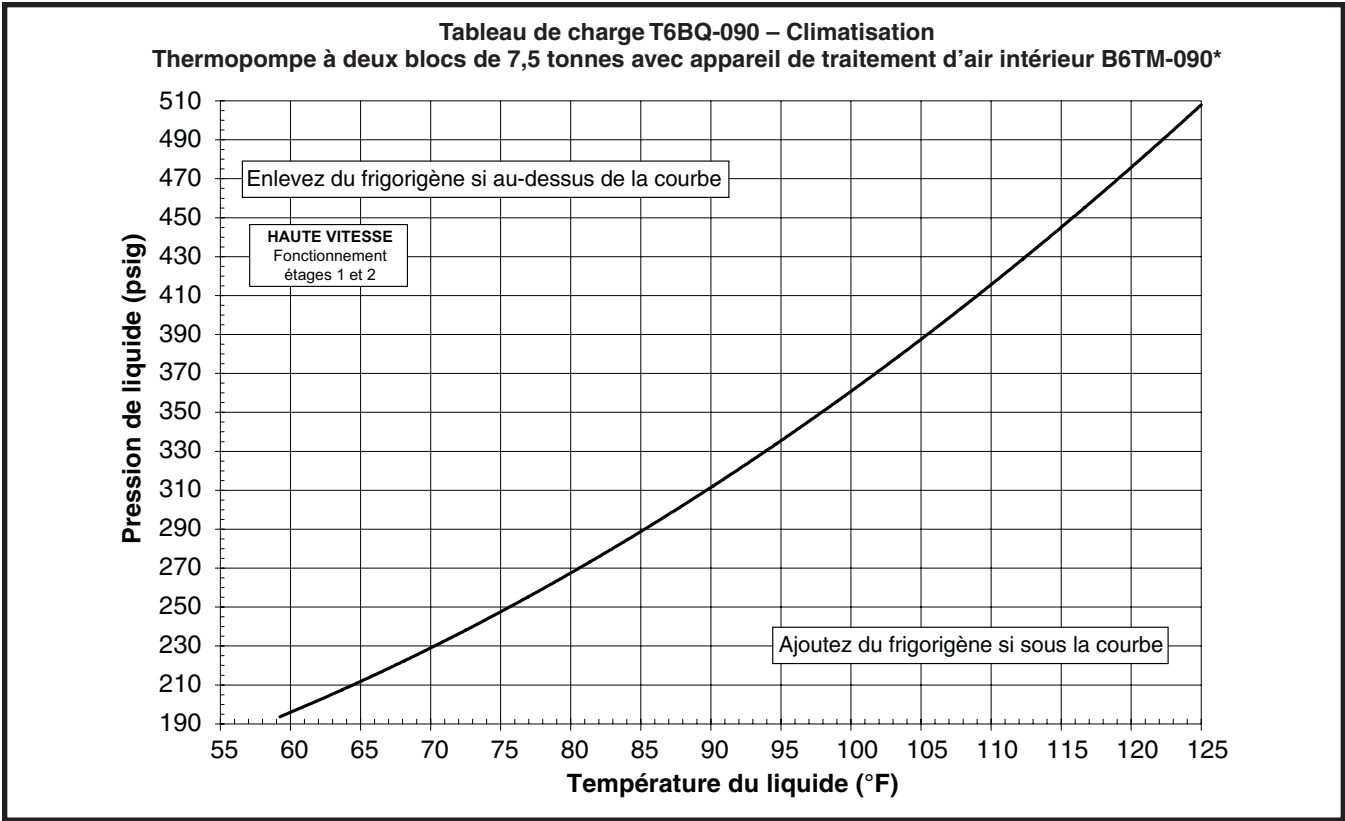
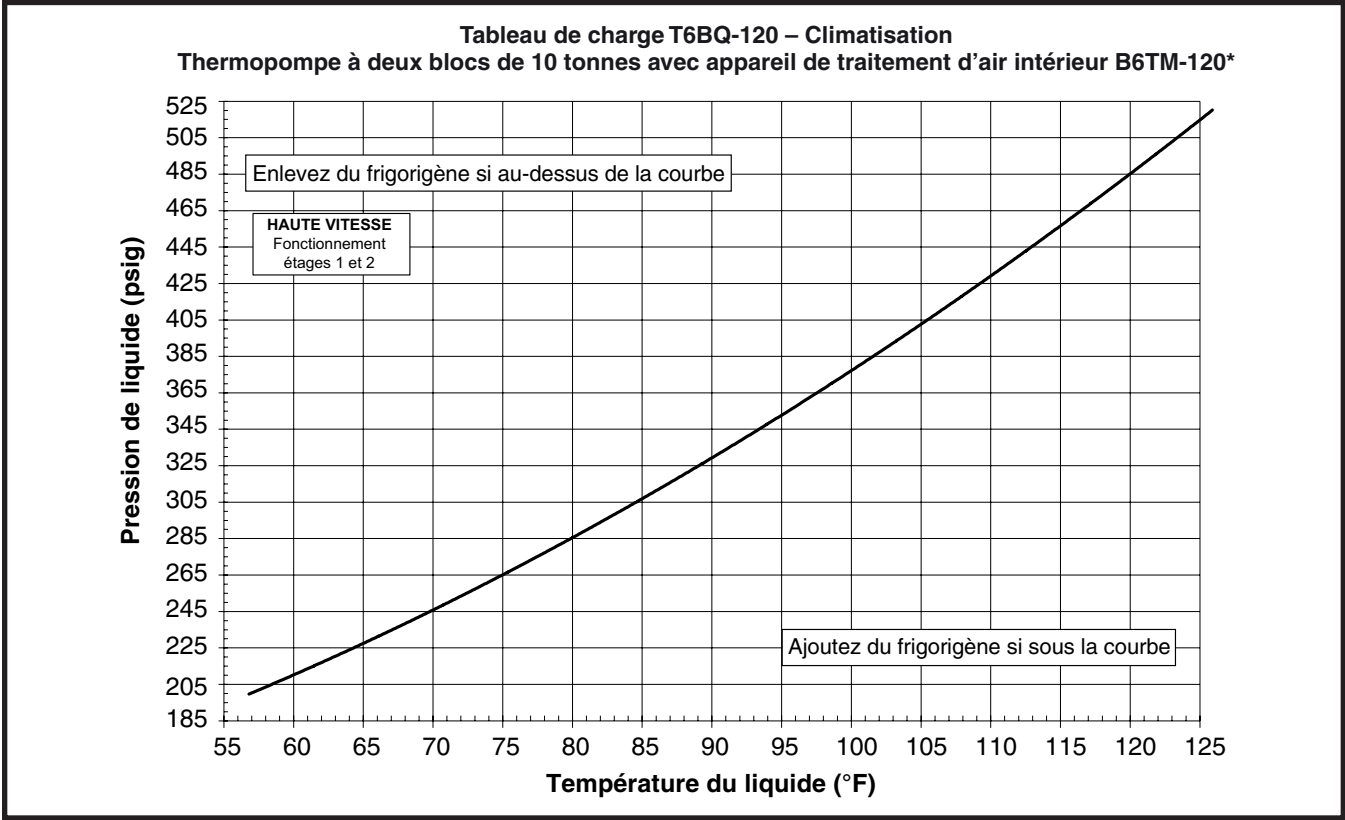

Figure 3. Tableau de charge pour les appareils de 7,5 tonnes
Figure 4. Tableau de charge pour les appareils de 10 tonnes
- Les tableaux de charge en mode climatisation s'appliquent seulement aux configurations correspondantes de cet appareil et aux débits d'air stipulés pour le serpentin intérieur. Les combinaisons de serpentins intérieurs et d'appareils extérieurs T6BQ non données ne sont pas recommandées et toute déviation des débits d'air donnés ou toute combinaison d'appareils non stipulée peut requérir une modification des dispositifs d'expansion et des procédures de charge de frigorigène pour assurer le fonctionnement correct et efficace du système. Consultez la Figure 3 pour les appareils de 7,5 tonnes ou la Figure 4 (page 11) pour les appareils de 10 tonnes.
3. Déterminez la pression de frigorigène liquide recommandée dans le tableau de charge approprié. Consultez la Figure 3 ou la Figure 4.
- Les tableaux de charge sont valides pour une variété de conditions intérieures et de retours d'air, et ils sont principalement influencés par la température extérieure, le fonctionnement du ventilateur extérieur et la tension de service de l'appareil. Avant d'utiliser ces tableaux, assurez-vous que l'appareil est dans un mode de fonctionnement stable. Tel que montré dans la Figure 3 et la Figure 4 (page 11), le système de refroidissement secondaire idéal varie suivant la plage de fonctionnement. Consultez toujours les tableaux pour déterminer la quantité idéale de refroidissement secondaire pour une pression de liquide donnée. Les appareils chargés suivant d'autres paramètres ne fonctionneront pas à leur efficacité nominale (EER) ou leur coefficient de performance (COP) en mode chauffage.